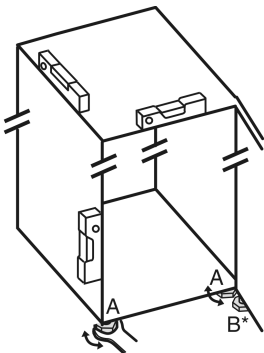

Fig. 48
- Svitare i piedini regolabili Fig. 48 (A) con la chiave a forchetta contenuta nella fornitura e con l'aiuto di una bilancia idrostatica, finché l'apparecchio non si trova in posizione stabile e piana.
- Con la chiave a forchetta in dotazione, svitare il piedino regolabile Fig. 48 (B) sul cuscinetto di supporto inferiore, fino a farlo appoggiare sul pavimento.
- Ruotare ulteriormente il piedino regolabile Fig. 48 (B) di 90°.